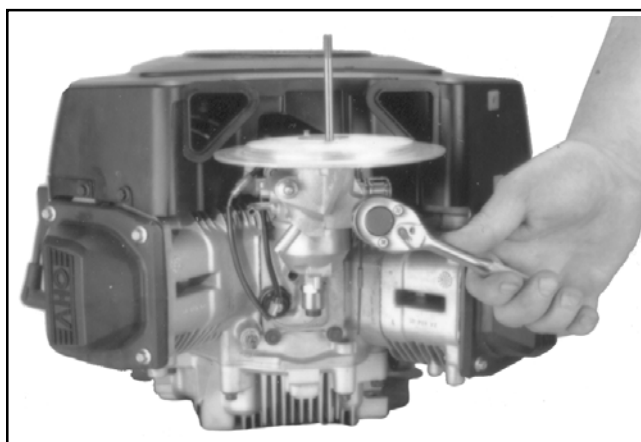

Figura 4-8. Rimozione della base sul filtro dell'aria Commercial Mower.
2. Rimuovere i due dadi che fissano la base del filtro dell'aria al carburatore (vedere Figura 4-8).